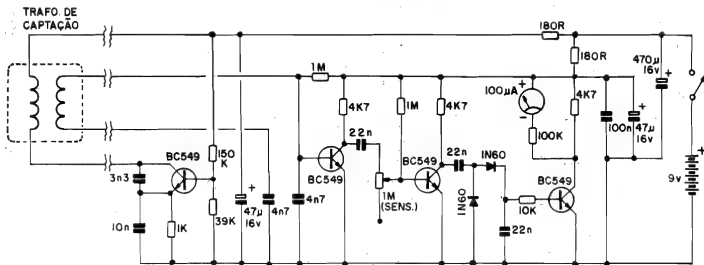

Fig.1
- FIG. 1 - O CIRCUITO - São transistores, nenhum integrado (o que contribui para facilitar a "vida" dos Hobbystas mais distantes, que às vezes encontram dificuldades na obtenção até dos componentes mais simples...). Vamos iniciar as explicações pelo próprio "transformador" de captação: são duas bobinas iguais e planas, que ficam, na instalação final, parcialmente sobrepostas, de modo que ocorra pouca interação magnética entre ambas (baixo acoplamento indutivo). Na presença de uma massa metálica, simplesmente ocorre uma "melhora" no acoplamento magnético entre ambas os enrolamentos, com o que mais energia pode ser indutivamente transferida de um para outro... Esse diferencial "positivo" de energia, é então avaliado e indicado pelo circuito! Uma das bobinas faz parte de um bloco oscilador simples, tipo Colpitt, centrado no primeiro BC549. Com os valores dos demais componentes (3N3 na realimentação coletor/emissor, 10n no desacoplamento, 1K no dimensionamento de Corrente de emissor, e 150K e 39K na polarização de base), a Frequência fundamental situa-se acima de 100KHz. Para boa estabilização, esse bloco é alimentado pelos 9V da bateria que energiza